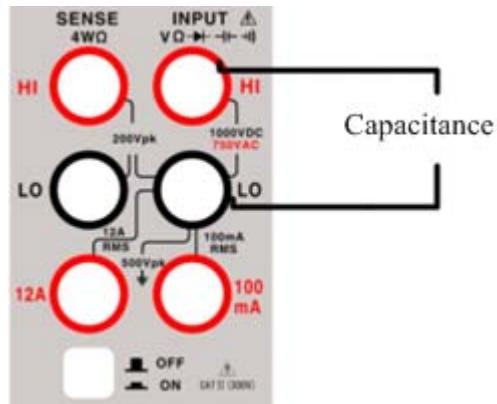

图 2.4.2 电容测量端子连接
2、按图 2.4.2 所示, 将红色和黑色测试引线连接到各自的输入端子。